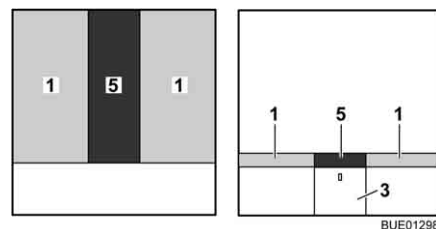

Fig. 138 Après la transformation
- Placer le coussin supplémentaire (Fig. 138,5) entre les matelas (Fig. 138,1).